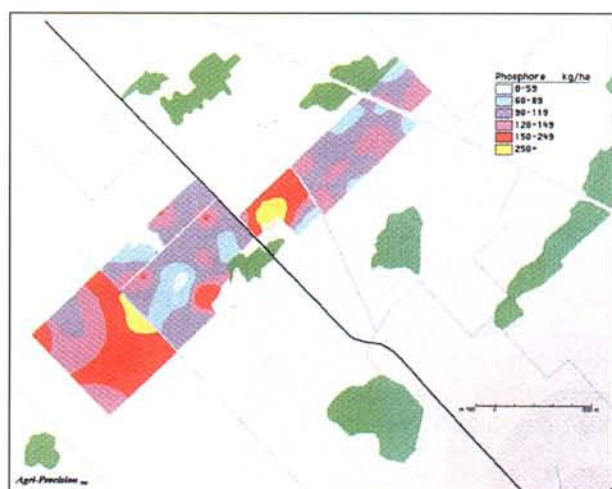

Figure 6 : Cartographie du phosphore (kg/ha)
1) On fait appel au GPS pour localiser les échantillons de sol dans un champ. Suivant un itinéraire prédéterminé, les échantillons sont prélevés dans la couche arable (0-20 cm) à intervalles réguliers (par exemple, un échantillon par ha). Leur position est enregistrée à bord du véhicule. Dans cette partie du traitement, on peut utiliser soit le mode **absolu post-traitement**, soit le mode **DGPS** ou le **WADGPS**. La solution en temps réel n'est cependant pas nécessaire. La figure 6 présente la distribution spatiale du phosphore obtenu lors d'un échantillonnage de sol effectué dans deux champs adjacents.